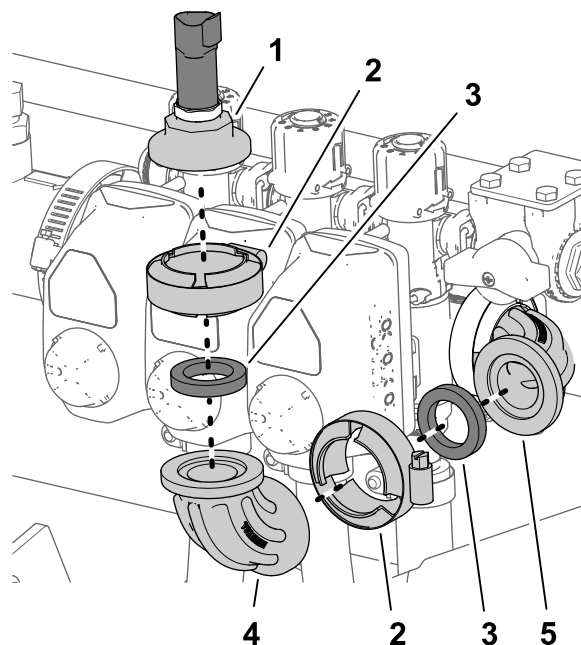

Figura 31
2. Retire la abrazadera para brida, el codo de 90° (no conectado) y la junta del codo de 90° conectado (Figura 31).
3. Alinee el tapón de acoplamiento y la junta a la brida del codo de 90° en el extremo de la válvula de sección derecha (Figura 31).
1. Retire abrazadera para brida que sujeta el tapón de acoplamiento conectado, el transductor de presión y la junta al codo de 90° al final de la válvula de sección derecha y retire el tapón, el transductor y la junta (Figura 31).
4. Sujete el tapón de acoplamiento y la junta al codo de 90° con la abrazadera para brida (Figura 31).